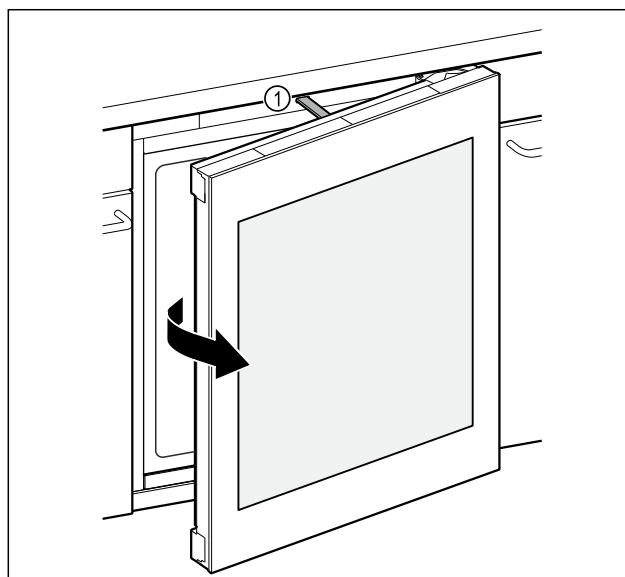

Fig. 135
- La tige de poussée Fig. 135 (1) ouvre la porte d'env. 7 cm.